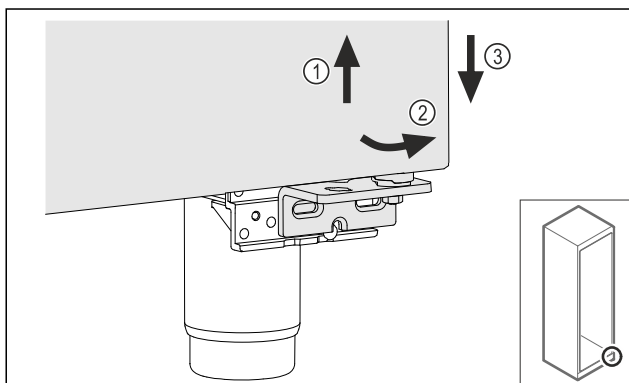

Fig. 20
- Nadvihnite zľahka dvere Fig. 20 (1), dole ich preklopte dopredu Fig. 20 (2) a spustite dolu Fig. 20 (3).